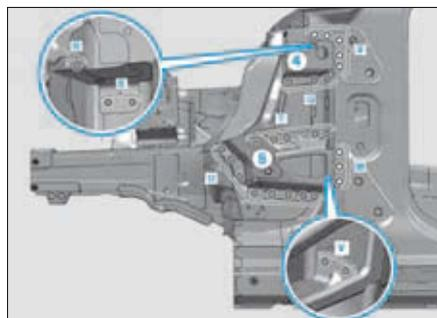

FIG. 43
- Déposer le passage de roue avant (1) et la traverse (3).
- Dépointer et fraiser les points de soudure sur les morceaux de la partie supérieure avant du longeron (4 et 5) dans les zones (Q, R, S, T, U, V, W et X) (Fig.43).